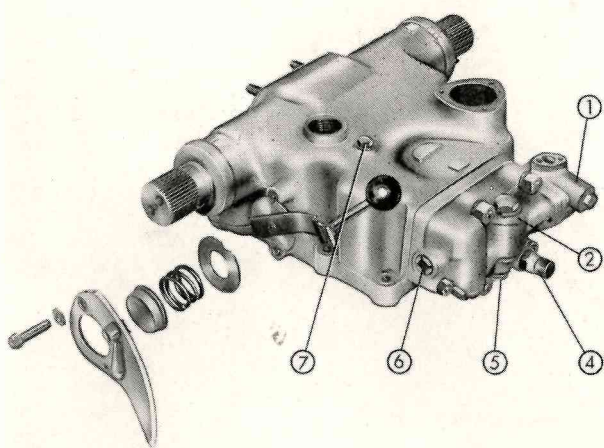

Fig. 248 - Montaggio del sollevatore idraulico.
Togliere dal corpo distributore il coperchio completo di anellino di tenuta in gomma e la guarnizione; asportare dalla sua sede la valvola limitatrice di pressione completa (1, fig. 248).
Togliere la valvola per cilindro (5, fig. 248) smontando il relativo tappo ed estraendo la guarnizione, la molla, la sfera ed il puntalino; estrarre il perno distributore liberando una estremità dalla molla di richiamo e l'altra dal tappo di registro assiale (6).
Montare nel corpo distributore il perno (con relativa leva fissata su di esso mediante vite) ed avvitare il tappo di registro distributore con la sua guarnizione (6, fig. 248). La copiglia di arresto verrà applicata a fine registrazione del sollevatore montato sul banco prova o sul trattore;
Montare sul corpo distributore il coperchio completo di valvola limitatrice della pressione di funzionamento, interponendo l'anellino di gomma per condotto e la guarnizione (1, fig. 248);
Montare il disco esterno frizione, la molla e lo scodellino (Ved. fig. 248).
- avviare il motore e controllare che i bracci di sollevamento, leva di comando ferma, non si muovano: se i bracci si spostano anche leggermente con oscillazione verso il basso e verso l'alto, svitare il tappo di registro (6, fig. 248) per perno distributore fino a quando l'oscillazione si arresta.